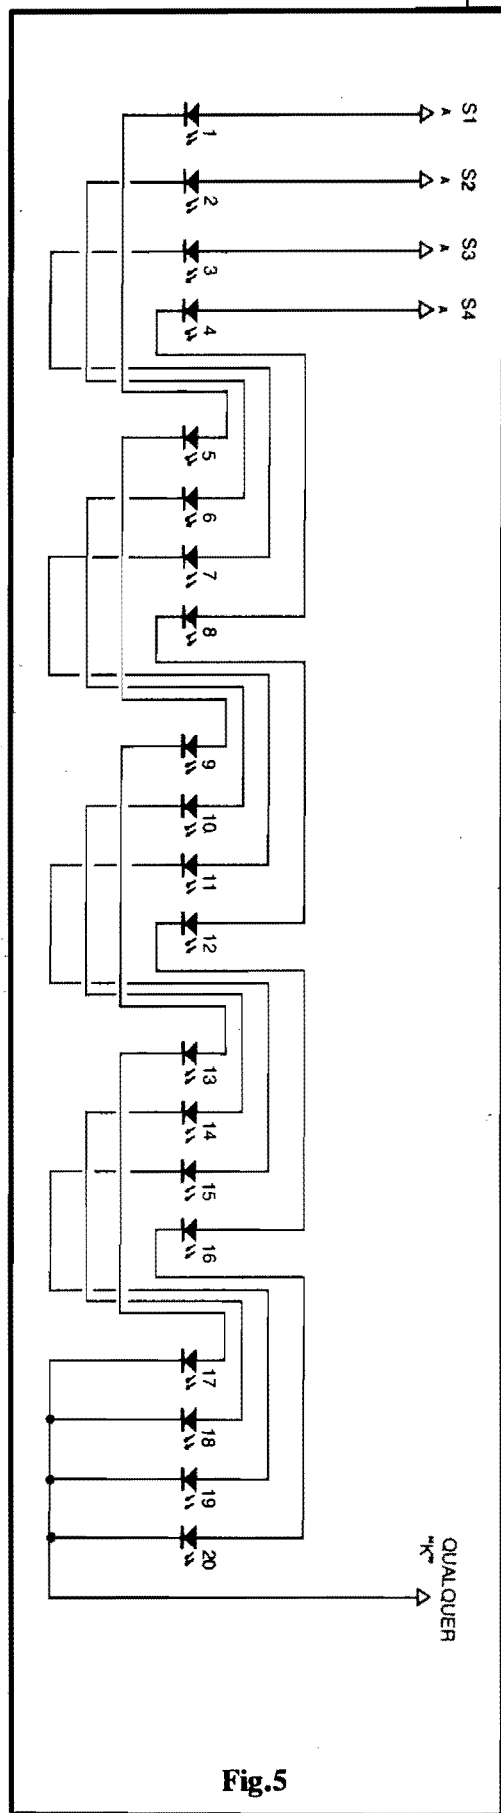

Fig.5
- FIG. 5 - A ORGANIZAÇÃO "FÍSICA" E ELÉTRICA DO DISPLAY DE 20 LEDs... - Num sequenciador luminoso desse gênero (como já sabem os "veteranos") ocorre, na verdade, um "truque" óptico que se aproveita da relativa lentidão com que nossos olhos "percebem" os movimentos (iluminações e "apagamentos" dos LEDs...) e também da forma como nosso cérebro raciocina sobre as informações a ele mandadas pelos olhos... Dessa forma, é fundamental que a ordem dos LEDs, dentro da qual pretendemos que se manifeste o sequenciamento, seja a numericamente indicada no diagrama (de 1 a 20). **Mesmo** que a organização final, física, dos LEDs no **display**, não seja na disposição "em linha", conforme sugerido, deve-se ter em mente a ordem numérica indicada... Observem que, na verdade, apenas os LEDs ligados a **uma** das quatro Saídas (S1-S2-S3-S4), a cada momento (e pela ordem...), estarão energizados... Dessa forma, quando S1 estiver ativa (obrigatoriamente S2-S3-S4 desativadas...) acendem unicamente os LEDs 1-5-9-13-17... No próximo passo do sequenciamento, com a ativação de S2 (forçosamente S1-S3-S4 desativadas...), acendem apenas os LEDs 2-6-10-14-18, e assim por diante... Nossos olhos (e nosso cérebro...) têm, então, a nítida "impressão" que o conjunto, na sua manifestação luminosa, promove um movimento no sentido do LED 1 para o LED 20, ininterrupto, uniforme, como